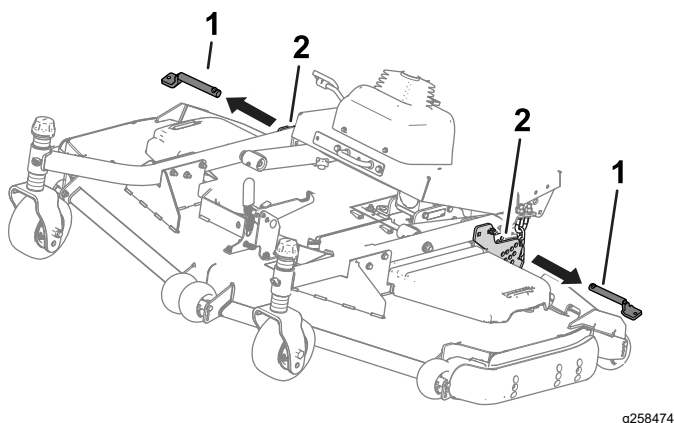

Bild 35
4. Entfernen Sie die Splinte von den Schnitthöhenplatten (Bild 35).